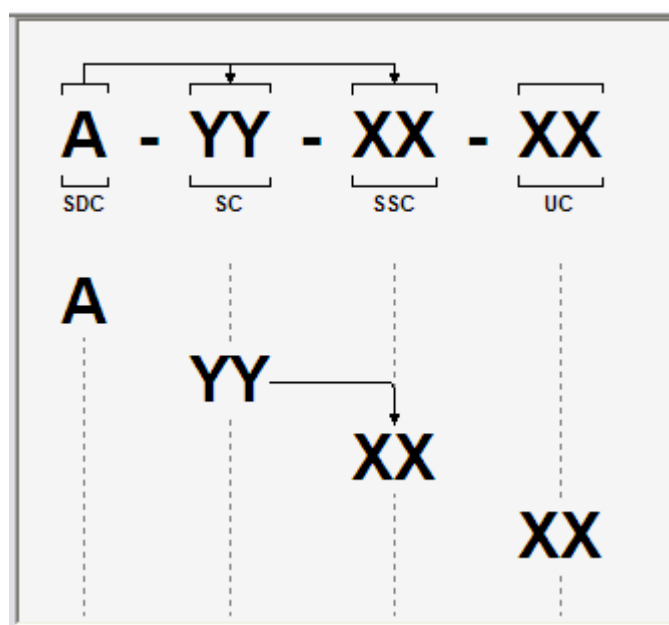

Рис. 2.34
Структура сегмента кода «Код стандартной системы нумерации» разработана (Рис. 2.34).
В верхней части схемы сегмента кода стрелки показывают, что отличительный код системы (SDC) применяется к полям «Код системы» (SC) и «Код подсистемы» (SSC) (Рис. 2.34). Это означает, что система и подсистема могут иметь разные конфигурации – А, В и т.д.